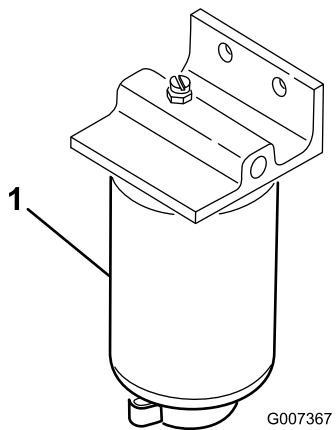

**Figure 40**
1. Fermez le robinet d'arrivée de carburant (Figure 40) situé au-dessous du réservoir de carburant.